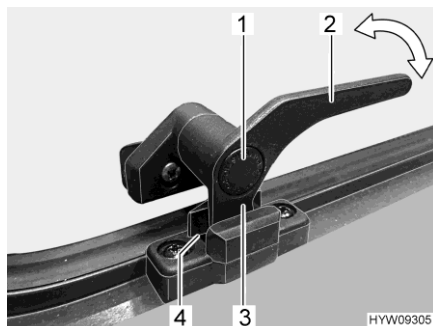

Fig. 43 Leva di serraggio (posizione "Aerazione continua")
- In posizione di "Aerazione continua" (Fig. 43)
- Premere il bottone di sicurezza (Fig. 43,1) e mantenerlo premuto.
- Ruotare la leva di serraggio (Fig. 43,2) di un quarto di giro verso il centro della finestra.
- Girare nuovamente all'indietro la leva di serraggio. Riportare contemporaneamente il nasello di chiusura (Fig. 43,3) della leva di serraggio nella rientranza della chiusura della finestra (Fig. 43,4).
- Rilasciare il bottone di sicurezza (Fig. 43,1).